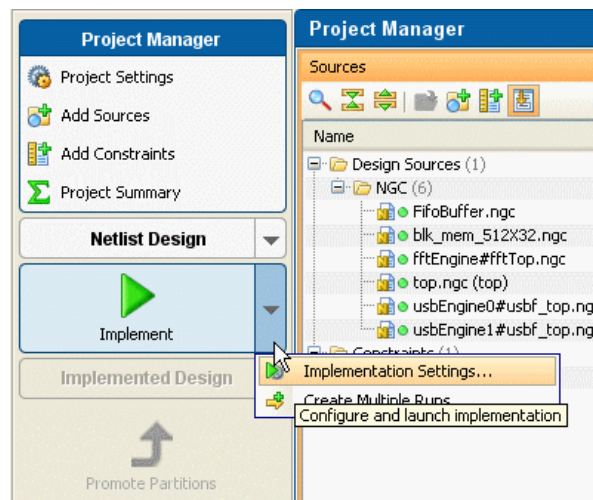

図 13-2：インプリメンテーション設定
1. 図 13-2 のように、Flow Navigator で [Implement] ボタンの横にあるプルダウン メニューから [Implementation Settings] を選択します。